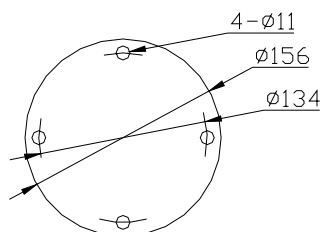

图 10 安装座尺寸
6.6.3 将云台与支撑物固定。(云台安装座尺寸见图 10)